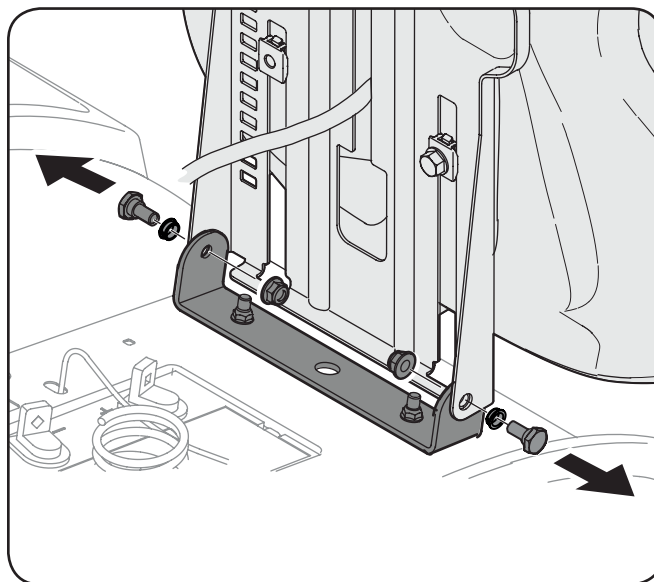

Figura 3-2
2. Retire los dos tornillos de pivote, cojinetes de brida y tuercas de fijación de brida en la base del asiento, como se muestra en la Figura 3-2.